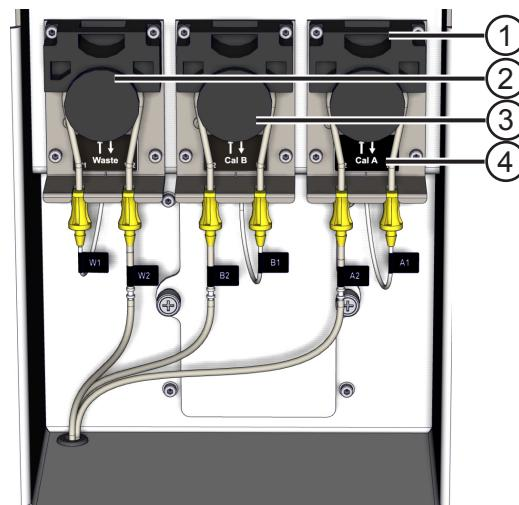

Figura 93 Cannessione dei tubi delle pompe peristaltiche
Inserire un tubo in ogni pompa peristaltica. Per inserire il tubo nella testa della pompa peristaltica, liberare la pressione della testa tirando la ghiera (1) in alto (vedi figura 93).